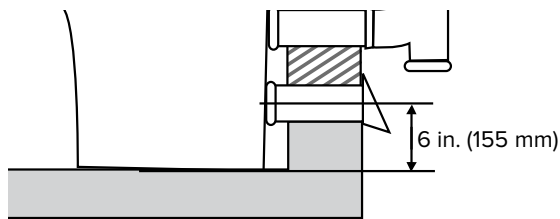

fig. 10
3. Installez les tuyaux d'évent courts fournis en orientant l'extrémité conique/biseautée vers la toilette ; voir les fig. 10 et 11. Faites une marque à environ $1\frac{9}{16}$ po (40 mm) de l'extrémité du tuyau afin de savoir jusqu'où vous devrez pousser le tuyau à l'intérieur de la toilette.